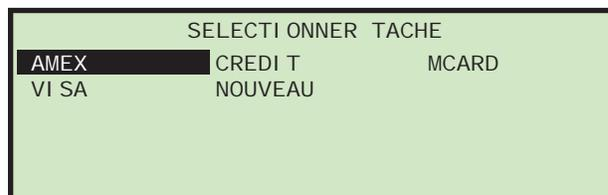

FIGURE 16 : Écran de sélection de tâche
- 7 Appuyez sur les boutons flèche vers le haut ou vers le bas pour aller à **CHANG TÂCHE** (**CHANGER DE TÂCHE**) et appuyez sur le bouton **Enter**. L'écran Select Job apparaît (Figure 16).